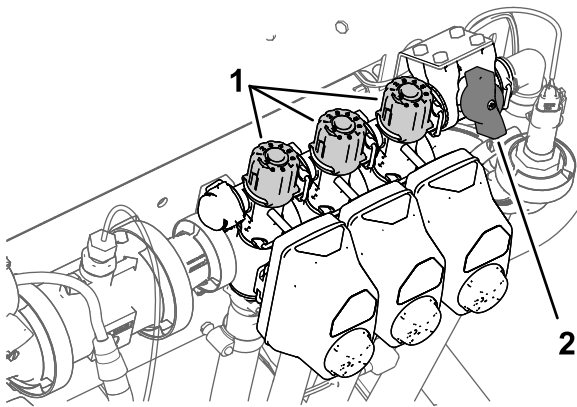

Bild 29
- Stellen Sie den linken Abschnittsschalter ab und stellen das Handrad für das Abschnittssicherheitsventil (Bild 29) ein, bis die angezeigte Dosierung dem vorherigen Niveau gemäß der Tabelle entspricht.
- Stellen Sie das Handrad für das rechte Abschnittssicherheitsventil (Bild 29) ein, bis die Dosierung gemäß der Tabelle am vorherigen Niveau liegt.
- Stellen Sie das Handrad für das mittlere Abschnittssicherheitsventil (Bild 29) ein, bis die Dosierung gemäß der Tabelle am vorherigen Niveau liegt.